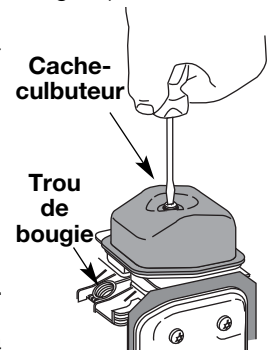

Fig. 35
10. Nettoyez toute saleté autour du cache-culbuteur. Retirez la vis retenant le cache-culbuteur à l'aide d'un tournevis à lame plate large ou à mèche no. T-25 Torx (Fig. 35). Enlevez le cache-culbuteur et le joint.